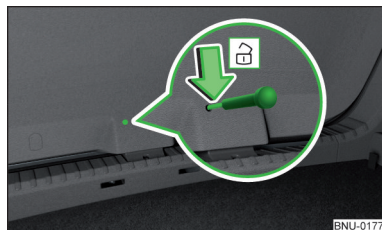

Fig. 335
- Introduzca un destornillador o una herramienta similar hasta el tope en la apertura del revestimiento de trampilla » **fig. 335**.